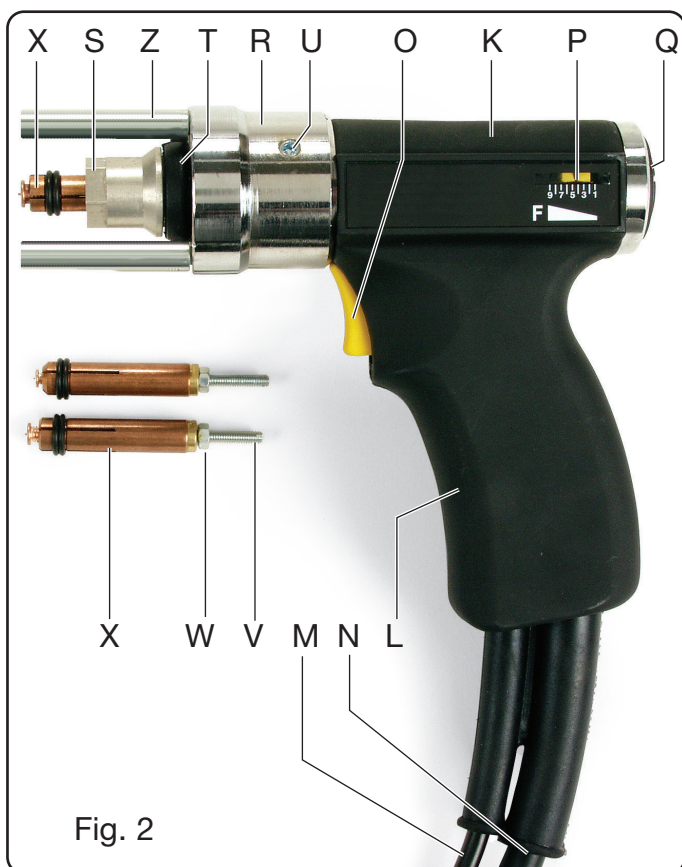

Fig. 2
pince à 0,8 , 1,2 mm au moyen de la vis V et ensuite bloquer à l'aide de l'écrou W (figure 2).
Insérer la pince X dans le mandrin du pistolet (fig. 2), l'enfoncer complètement et bloquer l'écrou S à l'aide de la clef hexagonale 17 mm fournie.
- insérer le goujon choisi dans la pince **X** (réglée au préalable comme décrit dans la Fig. 2)